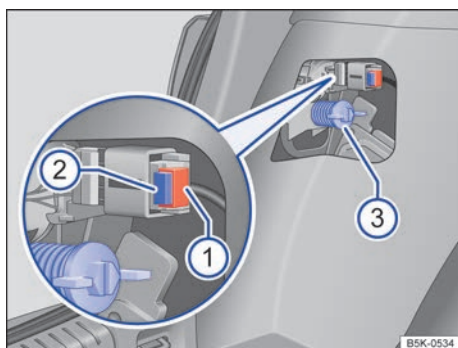

Fig. 189 Lateral del maletero: desmontaje del grupo óptico trasero.
4. Extraiga el fusible → fig. 189 ①. Presione el bloqueo ② del conector y desacople el conector.
5. Desenrosque el tornillo de fijación con la mano ③.
12. Con una mano sostenga el grupo óptico en la posición de montaje y con la otra apriete el tornillo de fijación → fig. 189 ③.
14. Acople el conector al portalámparas y encaje el fusible ①.